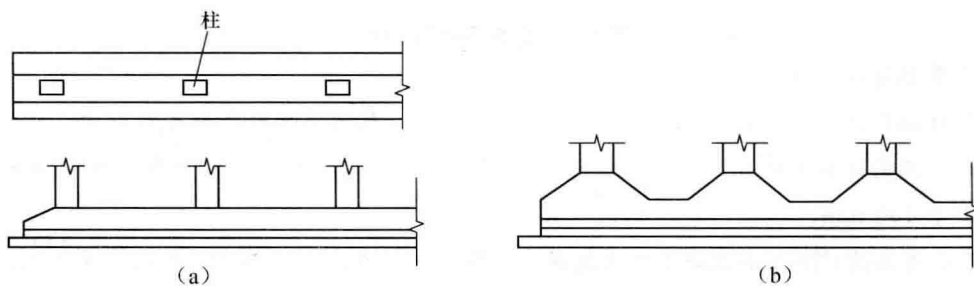

图 1-15 柱下钢筋混凝土条形基础图
实例二 柱下钢筋混凝土条形基础图 (图 1-15)
(2) 为增强基础的整体性, 并方便施工, 可将同一排的柱基础连通成为柱下钢筋混凝土条形基础, 如图 1-15 所示。